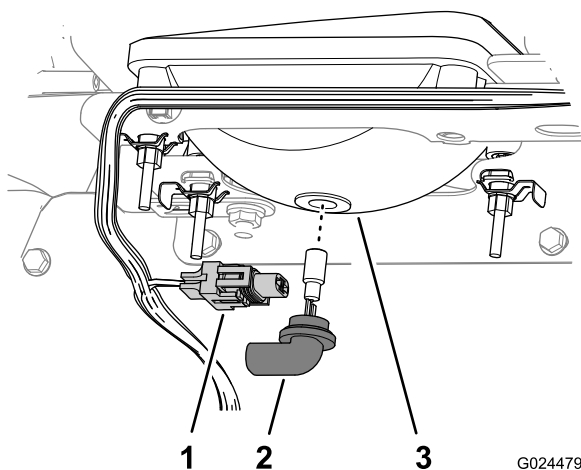

Рисунок 49
3. Отсоедините электрический разъем жгута проводки от разъема на лампе в задней части корпуса фары (Рисунок 49).
4. Поверните лампу в сборе на 1/4 оборота против часовой стрелки и одновременно перемещайте ее назад, чтобы извлечь из корпуса фары (Рисунок 49).
5. Вставьте новую лампу в сборе и корпус фары, совместите выступы в лампе с пазами в корпусе фары (Рисунок 49).
6. Закрепите лампу в сборе, повернув ее на 1/4 оборота по часовой стрелке (Рисунок 49).
7. Подсоедините электрический разъем жгута к разъему нового узла лампы (Рисунок 49).